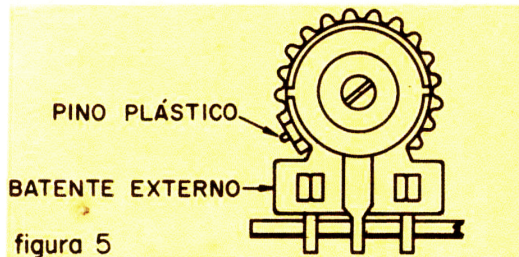

figura 5
6. coloque R2 na posição de resistência máxima (pino de plástico encostado no batente externo - ver figura 5). Esta precaução é indispensável para evitar que o aparelho se danifique ao ser ligado pela primeira vez;